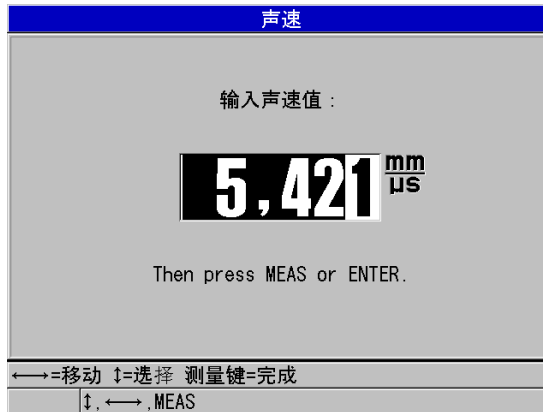

图 5-7 输入一个已知材料声速
2. 在**声速**屏幕中（参见第 73 页的图 5-7），使用箭头键将声速编辑为已知声速值。